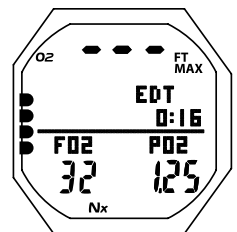

Fig. 86 - PANTALLA ALT. 1 DV3
**Pantalla alternativa 1 de DV3** - Ésta es la información mostrada (Fig. 86):